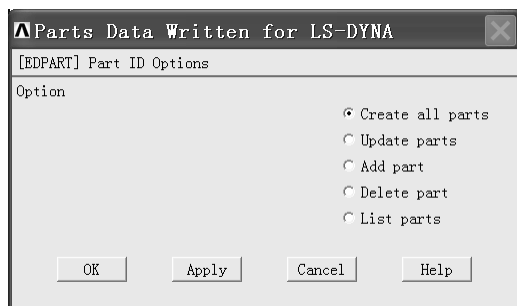

图 10-88 “Parts Data Written for LS-DYNA”窗口
(1) 依次选择 Main Menu>Preprocessor>LS-DYNA Options>Parts Options, 弹出“Parts Data Written for LS-DYNA”窗口(见图 10-88)。